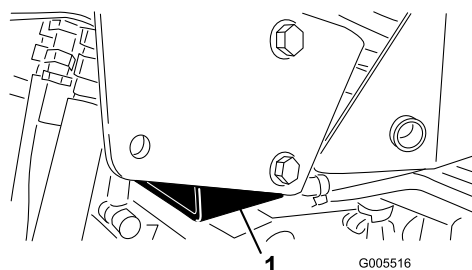

Figure 35
- Côté droit – sous l'appui de cric et adjacent au support du système antiretournement (ROPS) (Figure 35)